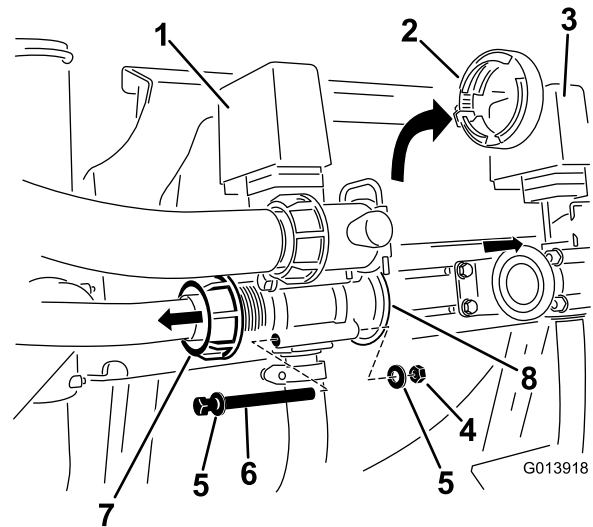

Bild 4
4. Ermitteln Sie die Mutter, mit der der Rührwerkschlauch am Rührwerkventilgehäuse befestigt ist. Lösen Sie die Mutter, damit Sie die Befestigungen des Ventilgehäuses entfernen können (Bild 4).
6. Nehmen Sie den Adapter vom Ventilgehäuse ab (Bild 4).